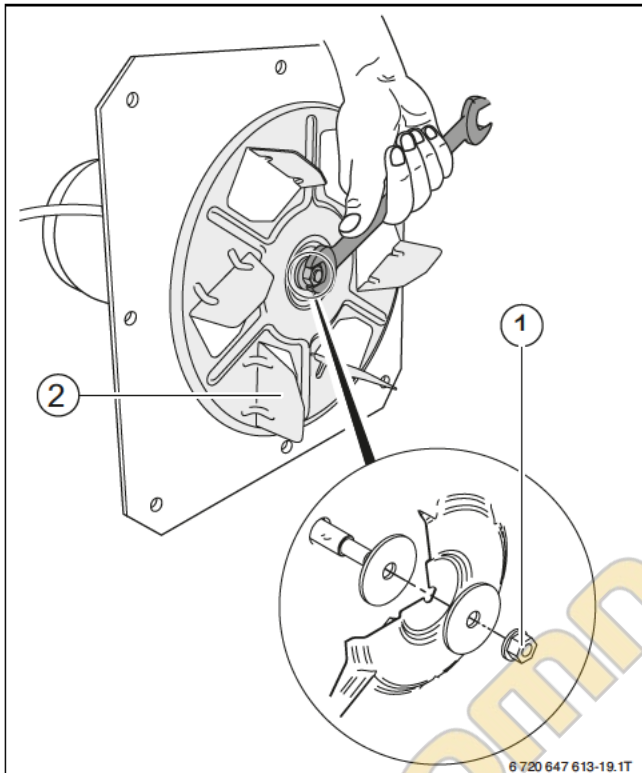

Рис. 31 Проверка посадки крыльчатки вентилятора
- ▶ Проверьте посадку крыльчатки (→ рис. 31, [2]) и при необходимости подтяните центральную гайку (→ рис. 31, [1]) 10-миллиметровым гаечным ключом (**левая резьба**). Центральная гайка затягивается вращением влево.